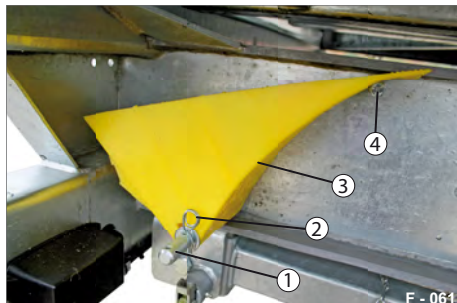

Abb. 86 Unterlegkeil geparkt
- ▶ Ziehen Sie den Federstecker (Abb. 86/2) heraus. Entnehmen Sie die Scheibe.
- ▶ Ziehen Sie den Unterlegkeil (Abb. 86/2) heraus.